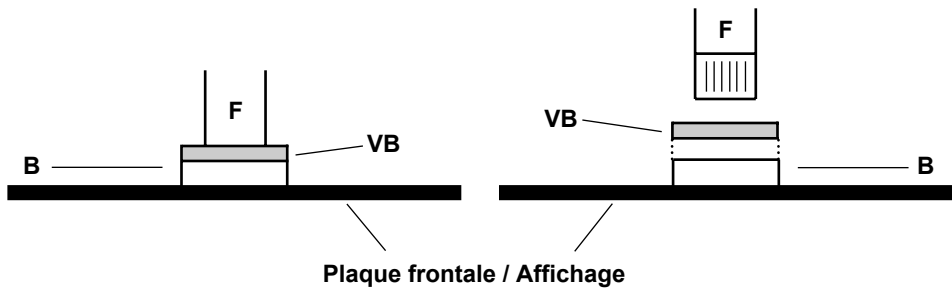

Fig. 3
- 4) Retirer le câble nappe de l'unité d'affichage. A cet effet, relever le clip de verrouillage sur le support (**Fig. 3**). Noter la position du côté contact du connecteur .